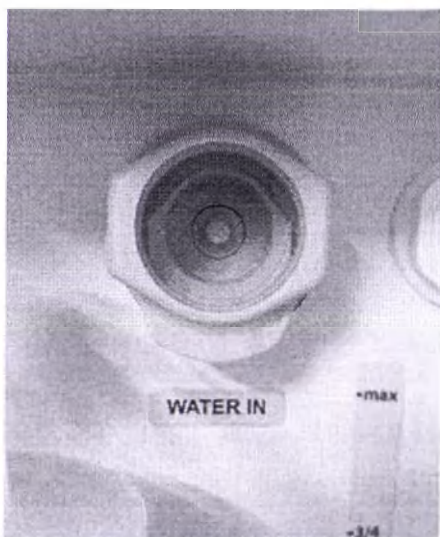

Рисунок 13: Быстрый разъем для розетки заполнения
- 4 Нажмите кнопку под гнездом, чтобы отсоединить быстрый разъем (см. Рисунок 13).